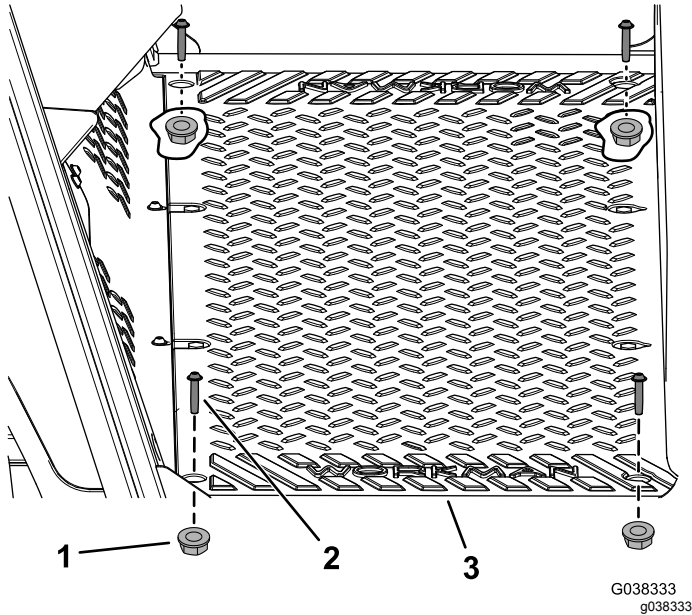

Figure 2
1. Retirez les 4 vis (1/4" x 1 1/4") et les 4 écrous (1/4") du plancher (Figure 2).
- Installez les 4 vis (1/4" x 1 1/4") et les 4 écrous (1/4") retirés précédemment dans le plancher (Figure 2).